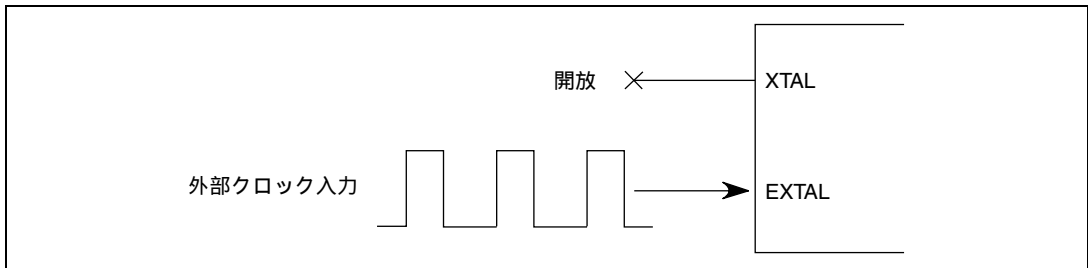

図 7.4 外部クロックの入力方法
外部クロックはEXTAL 端子に入力し、XTAL 端子は開放してください(図 7.4)。外部から印加する入力クロックの波形を以下に規定します。外部クロックはシステムクロック (CK) と同じ周波数にしてください。